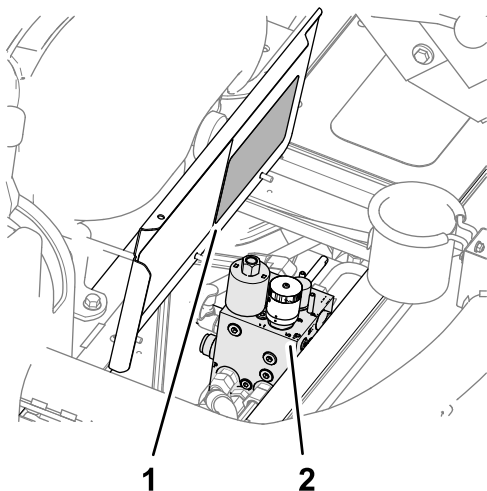

Figura 42
4. Abra la cubierta de la plataforma (Figura 42).